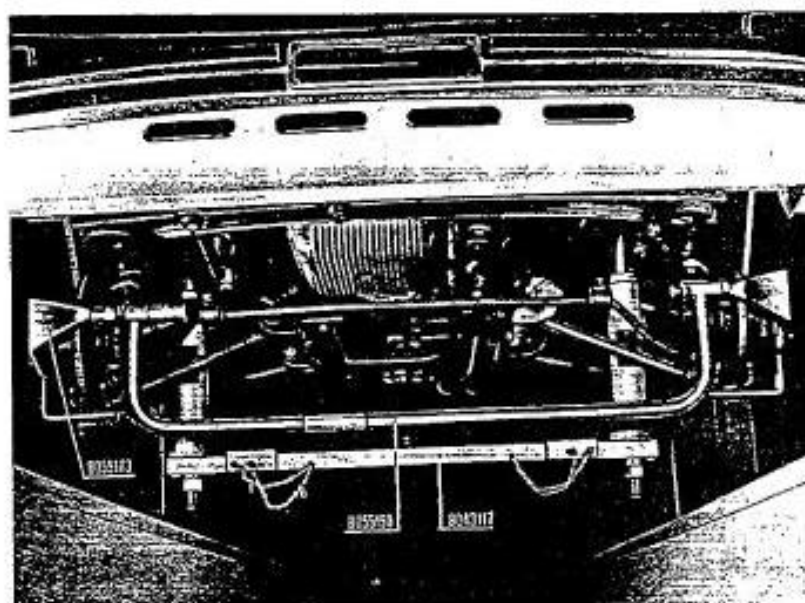
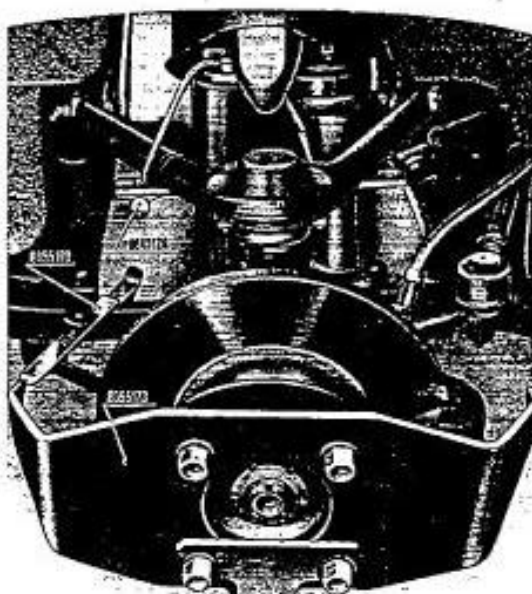

Fig. 22. - Mise en place de la barre 88055150 pour le contrôle de l'ouverture.
Fig. 23. - Mise en place du calibre 88055169 pour contrôle de la demi-ouverture.
- Au moyen de la barre 88055150, placée comme indiqué à la figure 22, exécuter le contrôle de l'ouverture des roues avant.
- Le contrôle s'exécute en mesurant d'abord la distance entre les extrémités avant des calibres 88055173, qu'on vient de placer sur les moyeux, et, ensuite, la distance entre les extrémités arrière; cette dernière cote doit être plus petite de 1 à 3 mm par rapport à celle mesurée auparavant (1).
- Placer le calibre 88055163 entre le siège sur le support de la suspension et l'extrémité avant du calibre 88055173 (voir fig. 23). La demi-ouverture doit être égale pour les deux roues lorsque les branches du volant de direction sont en position horizontale (roues dans le sens de marche en ligne droite) (2).
(1) (2) Si les demi-ouvertures ne sont pas égales, il faut régler la demi-ouverture et l'ouverture des roues.